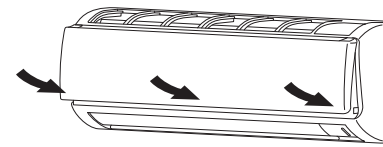

Fig. 3-45
- (b) Presione las esquinas inferiores de la derecha e izquierda y el centro de la rejilla de entrada de aire para conectarla a la unidad interior. (Fig. 3-45)